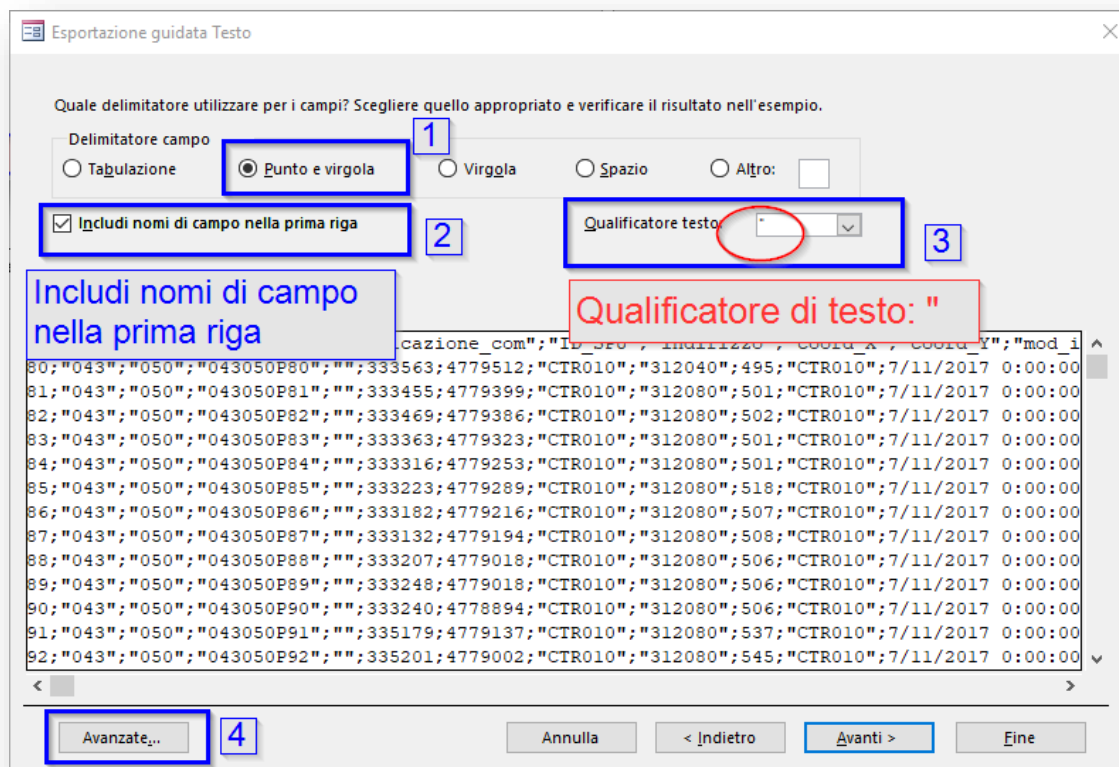

Figura 11 – Settaggio Esportazione guidata Testo
- b. nel secondo step, scegliere **“Punto e virgola”** all’interno del **“Delimitatore campo”**, spuntare la voce **“Includi nomi di campo nella prima riga”** e controllare che in **“Qualificatore testo”** siano selezionate le doppie virgolette (Figura 11). Premere il pulsante **“Avanzate”**;